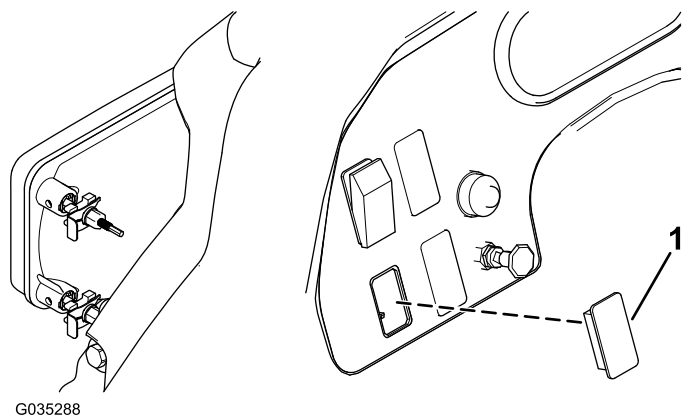

Рисунок 7
1. Удалите пластмассовую заглушку с левой стороны приборной панели (Рисунок 7).